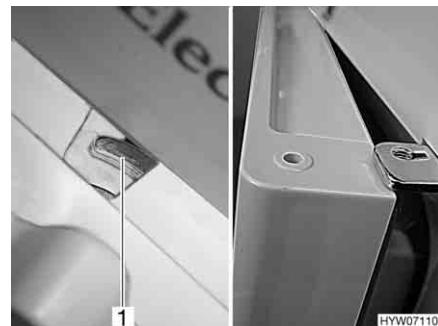

Fig. 150 Porta del frigorifero/del vano congelatore in posizione di ricircolo d'aria (serie Dometic 7 con vano congelatore separato)
- Spostare il dispositivo di bloccaggio completamente verso destra. La porta del frigorifero/porta del vano congelatore è bloccata con l'ausilio dell'arresto della porta (Fig. 150,1). In questo modo la porta del frigorifero/ porta del vano congelatore rimane ferma in posizione socchiusa (Fig. 150).